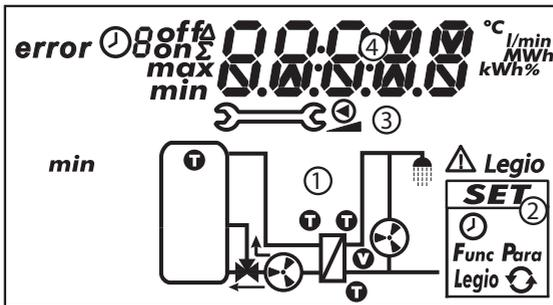

Abb. 7: Übersicht über die Bereiche der Anzeige (alle Elemente sichtbar)
Nachstehende Tabelle beschreibt die Symbole in der Systemgrafik (① in Abb. 7).
Das Einstellmenü (② in Abb. 7) enthält folgende Einträge:
Nachstehende Tabelle beschreibt die Piktogramme für Funktionen (③ in Abb. 7).
Die Anzeige der Betriebs- und Einstellwerte (④ in Abb. 7) besteht aus folgenden Elementen:
①	Symbol wird angezeigt, wenn ein Fehler auftritt.
②	Symbol für die Zeitsteuerung von Funktionen. Das Symbol wird angezeigt wenn: <ul style="list-style-type: none"> <li>• eine Zeitbegrenzung/-steuerung eingestellt wird</li> <li>• der Status der Zeitbegrenzung/-steuerung angezeigt wird</li> <li>• die Zeitbegrenzung eine Temperaturregelung blockiert (Symbol blinkt)</li> </ul>
③	Nummer des Zeitfensters, das gerade im Einstellmenü eingestellt/angezeigt wird oder in dem sich die aktuelle Uhrzeit gerade befindet. Die Zeitsteuerung einer Funktion besteht aus 1 oder 3 einstellbaren Zeitfenstern. Beispiel: Zeitfenster 1: 06:00 – 08:00 Zeitfenster 2: 11:00 – 12:30 Zeitfenster 3: 17:00 – 19:00
④	Zusatzinformationen: on, off: Schaltzustand/Schaltbedingung ein, aus max, min: maximaler Wert, minimaler Wert $\Sigma$ : aufsummierter Betriebswert seit der ersten Inbetriebnahme, nicht zurücksetzbar $\Delta$ : aufsummierter Betriebswert seit dem letzten Zurücksetzen auf 0
⑤	Anzeige von: <ul style="list-style-type: none"> <li>• Messwerten</li> <li>• Einstellwerten</li> <li>• Fehlercodes</li> <li>• weiteren Informationen, z. B. Software-Version</li> </ul>
⑥	Physikalische Einheit des in ⑤ angezeigten Werts: °C, l/min, %, h, kWh, MWh